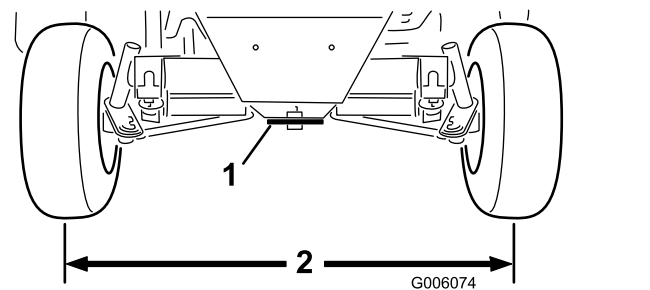

Figura 65
2. Ajuste ambas barras de acoplamiento hasta que la distancia de centro a centro entre las ruedas traseras, por delante y por detrás, sea la misma (Figura 65).